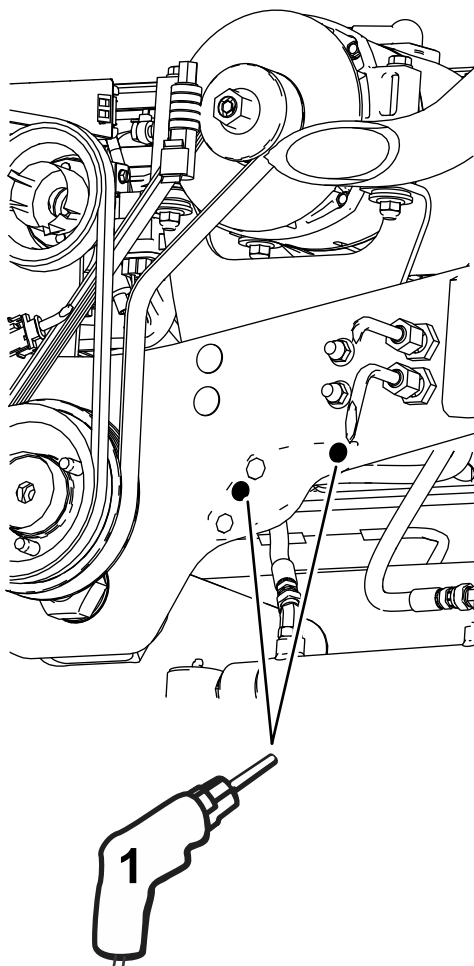

Figure 3
7. Percez 2 trous (13/32") aux emplacements marqués au pointeau (Figure 3).